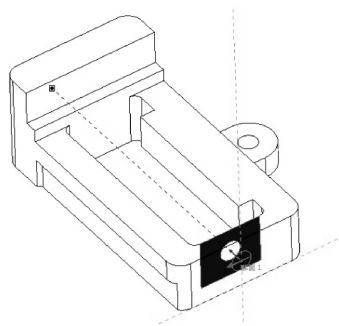

图 4-63 拉伸至选定曲面
(3) 在拉伸操控面板中，选择拉伸方式为【拉伸至选定的曲面相交】，右侧的信息栏则显示出 ，选择如图 4-63 所示的曲面。单击拉伸操控面板中的  预览拉伸效果，确认无误后单击  按钮，完成特征创建。